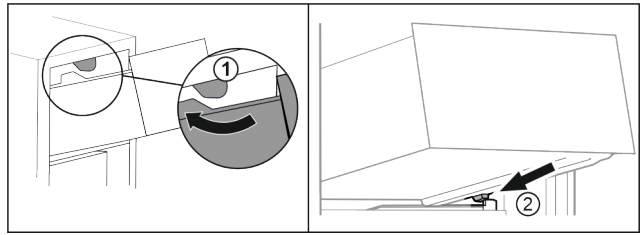

Fig. 72
- Guider le tiroir en contournant les butées supérieures. Fig. 72 (1)
- Placer le tiroir, en l'inclinant, derrière les butées inférieures sur la nervure de récipient. Fig. 72 (2)